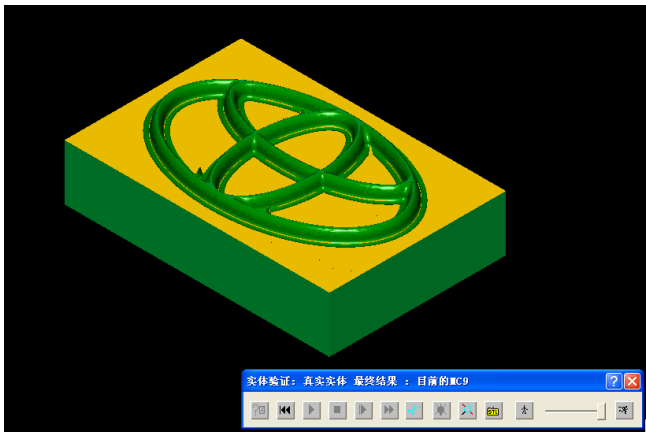

图 1-59 等高外形精加工实体切削验证
5) 在“操作管理员”对话框，单击“全选”“实体切削验证”，实体切削验证如图 1-59 所示。将本例保存为“等高外形.mc9”文件。